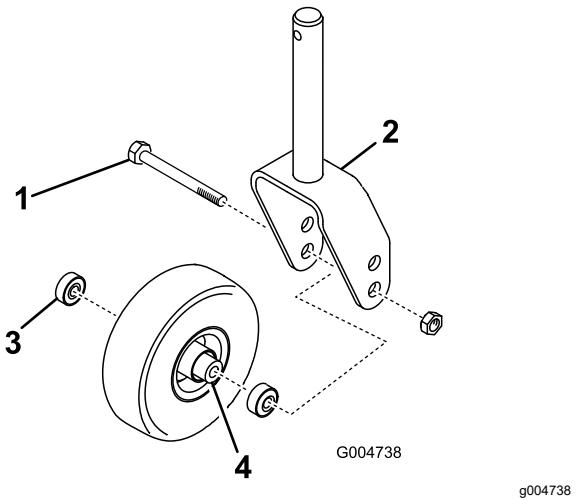

Figura 23
- Retire a porca de bloqueio do parafuso que fixa o conjunto da roda, no respetivo suporte (Figura 23).
- Retire o rolamento do cubo da roda e deixe cair o espaçador do rolamento para fora (Figura 23).